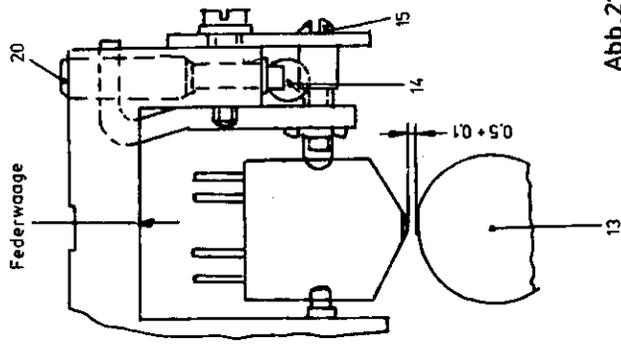

Abb. 21
Beim Einlegen der Magnetkarte muß der Magnetkopf $(0,3 \pm 0,05)$ mm angehoben werden. Kopfandruckhebel (18) mit Federwaage so einstellen, daß die komplette Kopfhalterung mit (75 ± 5) p auf den Exzenter (14) drückt. Bei (75 ± 5) p beginnt die Kopfhalterung sich abzuheben. (Abb. 21)